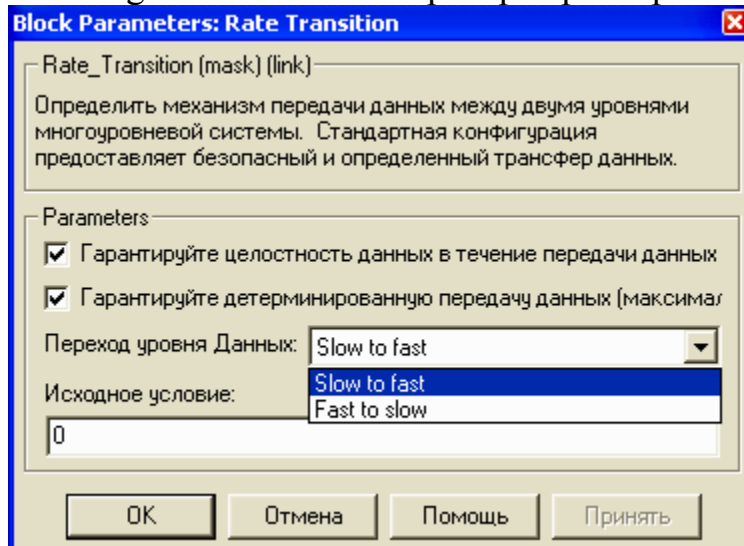

Рис. 1.29. Окно параметров блока Rate Transition
3. Блок Rate Transition (Согласование дискретных значений) – служит для согласования дискретных блоков, имеющих разный период квантования. Окно его параметров представлено на рис. 1.29.
Среди параметров блока Rate Transition есть также опция задания начального значения Initial condition (см. рис. 1.29).